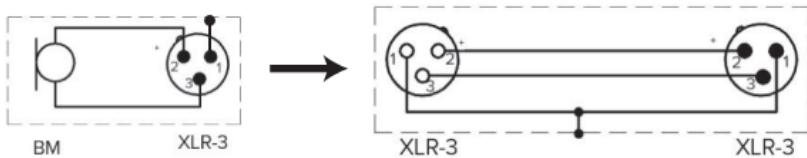

рис. 7
2. Присоедините микрофон к гнезду XLR-3 микшерного пульта, или микрофонного усилителя, или блока питания микрофонным кабелем XLR-3 (рис. 7).